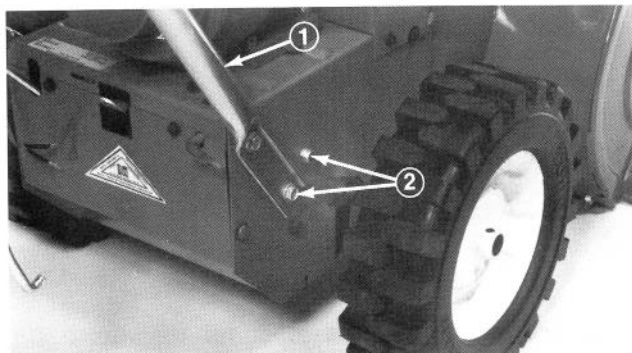

Figure 2
4. Mettez le mancheron droit en position sur le côté de la machine, alignez les trous de montage du mancheron avec les trous dans la plaque latérale et fixez à l'aide de deux vis à collerette (Fig. 2). Serrez les vis du mancheron des deux côtés de la machine.